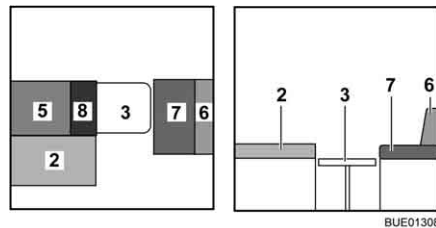

Fig. 142 Durante la transformación
- Colocar el cojín adicional (Fig. 142,8) en la mesa.